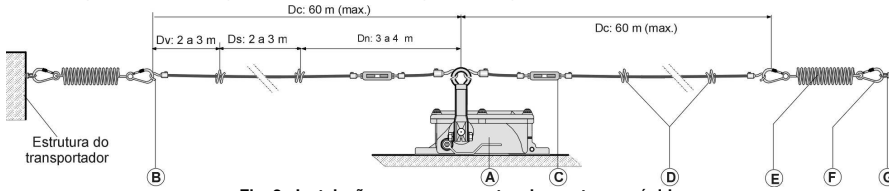
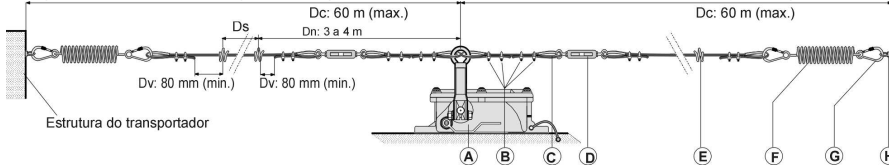

Fig. 2 - Instalação com componentes de montagem rápida
Fig. 3 - Instalação com componentes convencionais
### 5.1 Montagem rápida FL-518RT Ex/XM (Fig.2):
### 5.2 Montagem convencional FL-518RT Ex/XA/XM (Fig.3):
5.3.2 Fixar as molas tracionadoras nas extremidades do transportador. Um dos mosquetões da mola deve ser fixado no parafuso ohal fornecido junto com a chave ou em outro ponto fixo do transportador conforme fig.2 ou fig.3.